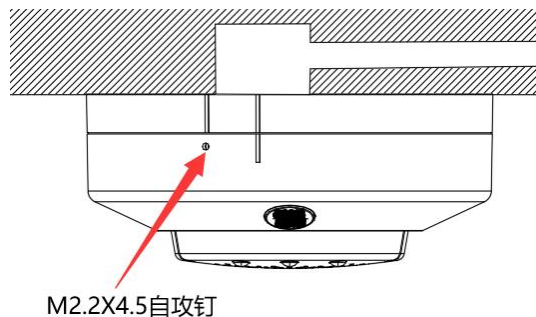

图 3
4) 将探测器顺时针旋入底座，直至锁定到位，使用自攻钉 M2. 2X4. 5 将底座和探测器进行固定（安装图如图 3 所示）。